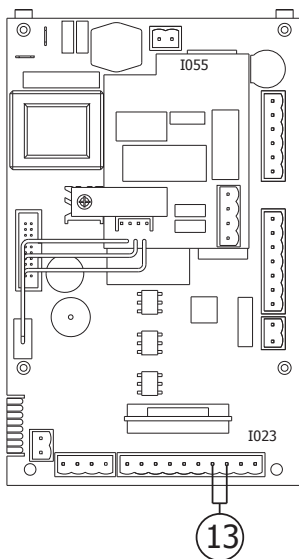

ABB. 5
- Wenn keine Klemmleiste vorhanden ist, erfolgt der Anschluss an den Anschlüssen 1-2 des Empfängers und an Klemme Pos. 13 der Hauptplatine des Ofens, siehe Abb. 5.